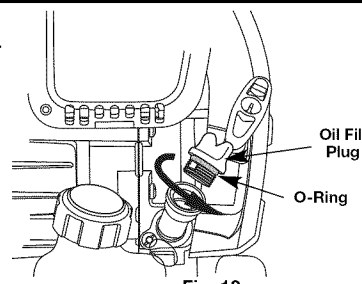

Fig. 19
2. Quite el tapón de llenado de aceite del cárter (Fig. 19).